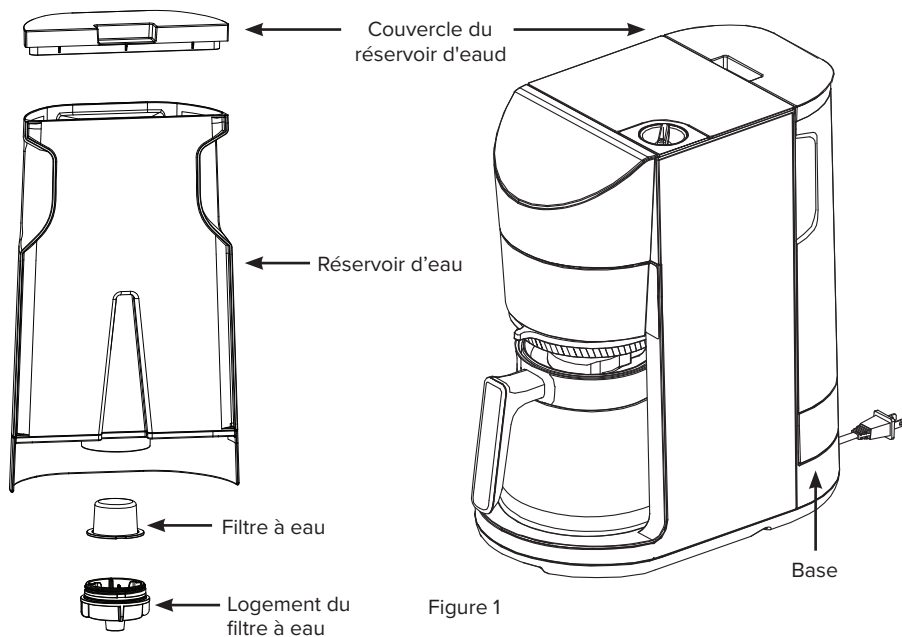

Figure 1
2. Retrait du réservoir d'eau de la base Voyez la Figure: 1.